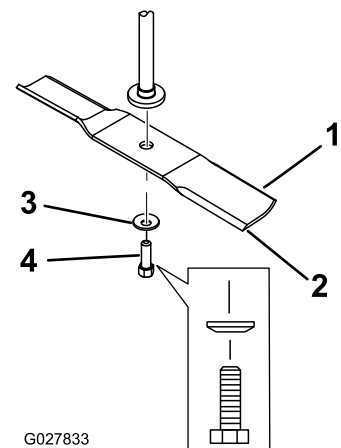

Bild 57
2. Nehmen Sie die Messerschraube, Wellenscheibe und das Messer von der Spindelwelle ab (Bild 57).
1. Setzen Sie das Messer auf die Spindelwelle (Bild 57).
2. Setzen Sie die Wellenscheibe (Kappenseite zum Messer) und die Messerschraube ein (Bild 57).